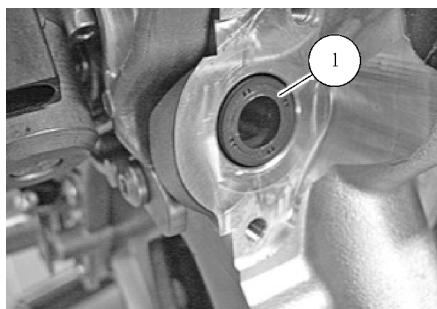

图 14-8 撬出轴封
- 6) 若轴封仍留在缸盖上，则用合适的工具向上撬出轴封 1，如图 14-8 所示。